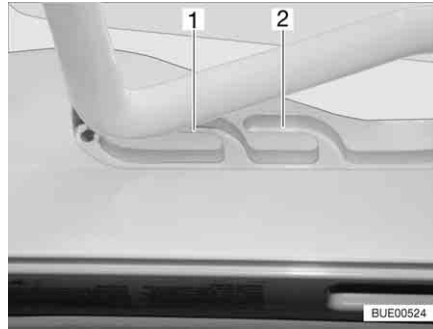
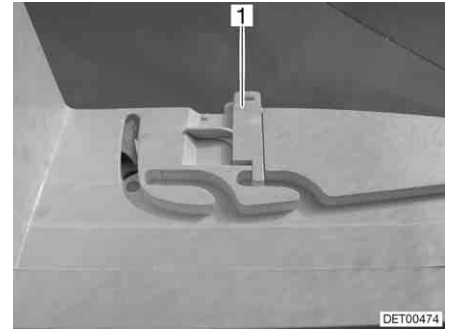

Bild 56 Heki-takluckan i ventilationsläge
Bild 57 Lås ventilationsläge
Heki-takluckan kan ställas i två ventilationslägen: Läget för dåligt väder (Bild 56,1) och mittläget (Bild 56,2). Beroende på modell kan takluckan låsas i mittläget med spärren (Bild 57,1).
- Tryck bygel lätt uppåt och skjut in den i det valda spåret (Bild 56,1 eller 2) och lås eventuellt.